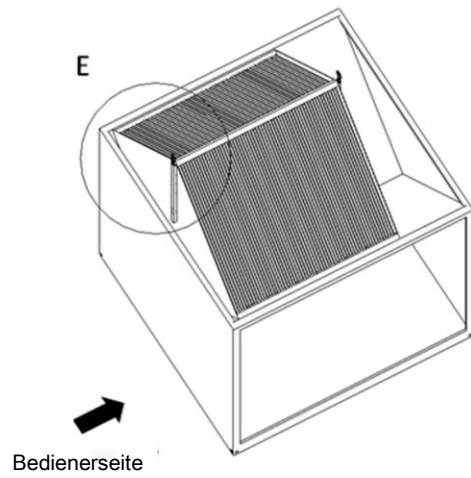

Bild 9 Zentrierung des Rekuperators
- Die richtige Position des Rekuperators - der maximale Abstand der Stirnfläche der Aufhängung des Rekuperators, siehe Bild 9, Detail E